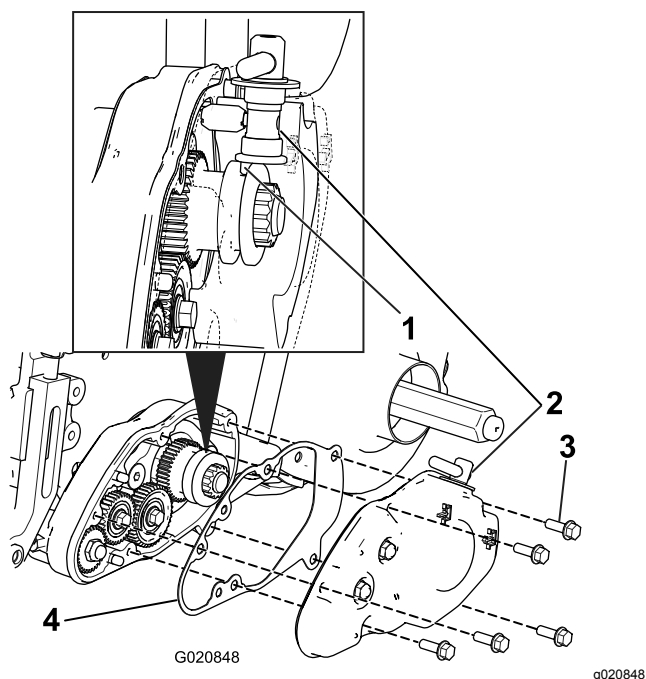

Figure 16
2. Placez le joint sur les goupilles de centrage du carter du groomer (Figure 16).
3. Montez le couvercle sur le carter du groomer en insérant la goupille de commande de l'embrayage dans la rainure du pignon d'entraînement (Figure 16).
4. Fixez le couvercle avec 5 boulons à embase (Figure 16) et serrez-les à un couple de 9,6 à 10,5 N·m.